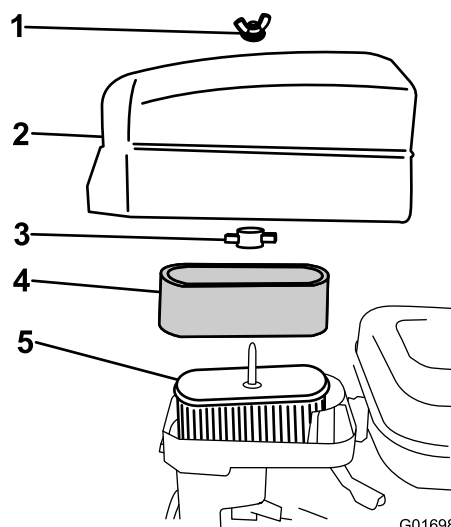

Figura 32
4. Se o elemento de esponja se encontrar sujo, deverá retirá-lo do elemento de papel (Figura 32) e limpe-o da seguinte forma: